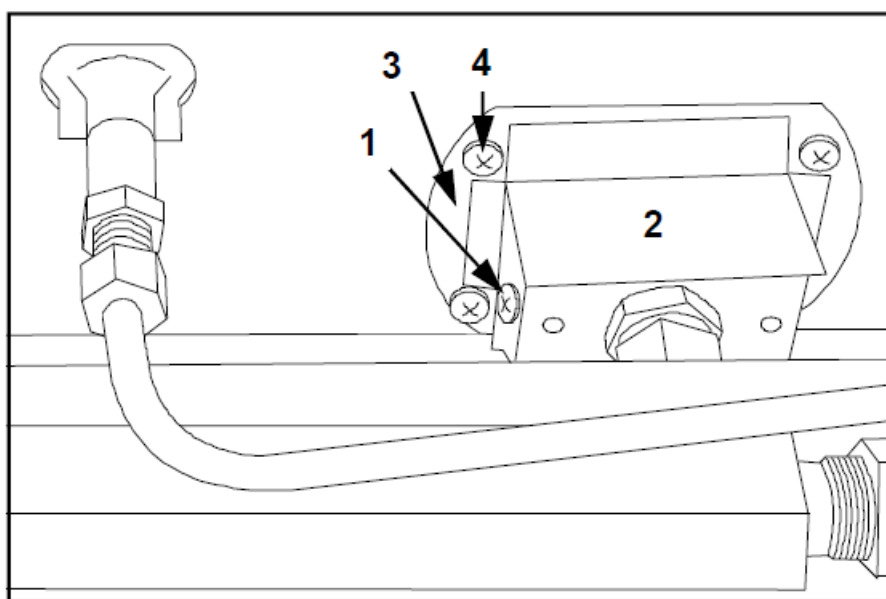

Рисунок 16 – Замена верхних и нижних горелок
- Снять воздушный регулятор (рисунок 16, поз. 2), отвернув винты (рисунок 16, поз. 1).
- Отвернуть 4 винта (рисунок 16, поз. 4), вынуть горелку (рисунок 16, поз. 3) и вставить новую.